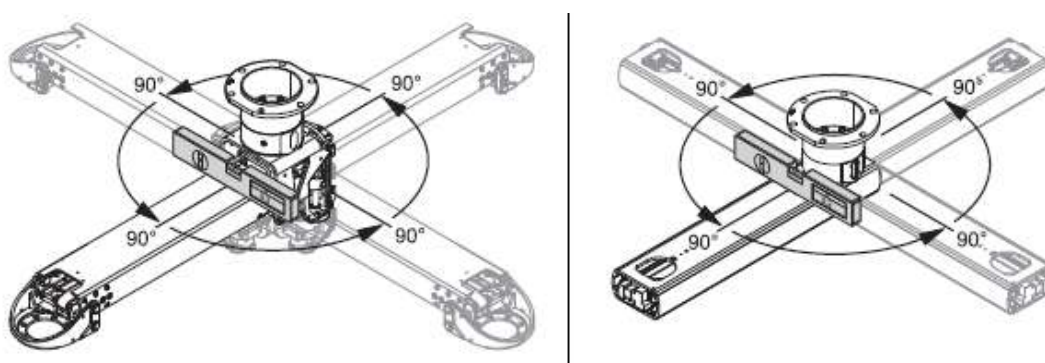

Afb. 15 Uitlijnen van de armen met de interfaceplaat
- Bevestig de dakbuisbeugel (6) stevig of plaats deze met behulp van een geschikt hefapparaat onder de schroefbouten M16 (1) van de interfaceplaat (1).
- Steek de plafondbuisbeugel (6) in de 6 schroefbouten M16 (1) van de interfaceplaat (1).
- Verwijder de eerder aangebrachte plakband of elastiek van de schroefbouten (1).
- Plaats voor elke M16-schroefdraadbout (1) 1 kunststof isolatieschijf (2) (zoals weergegeven in afbeelding 15) zodat de platte sluitring met een buitendiameter van 34 mm (3) op de kunststof isolatieschijf (2) rust.
- Plaats voor elke M16-schroefbout (1) 1 platte sluitring met een buitendiameter van 34 mm (3), 1 veerschijf (4) en 1 M16-zeskantmoer (5).